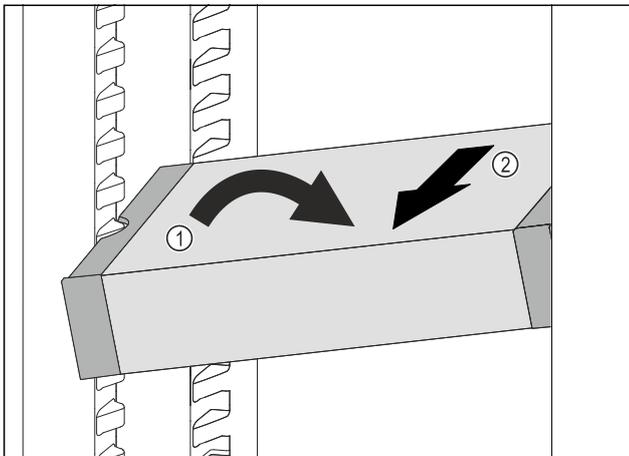

Fig. 92
- ▶ Наклонете VarioSafe в хладилната част. Fig. 92 (1)
- ▶ Извадете VarioSafe напред. Fig. 92 (2)